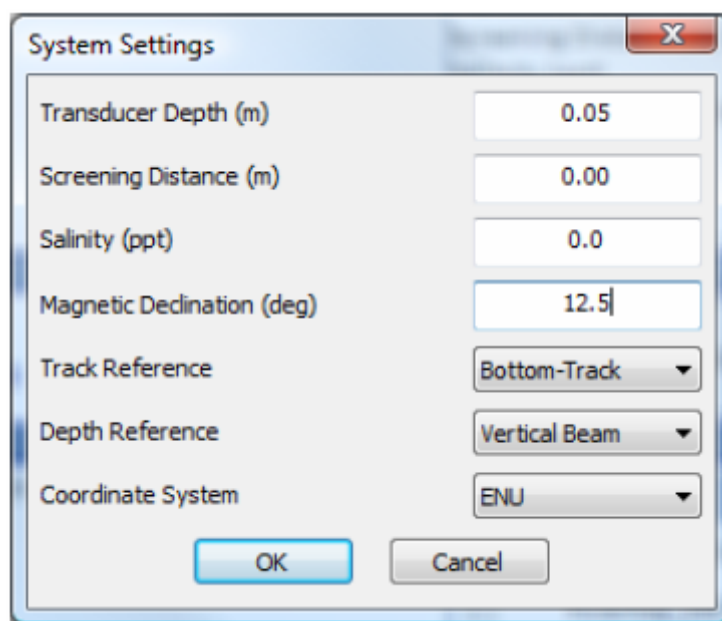

Figura 30. Menu de Ajuste do Sistema
6.7. Ajustes do Sistema Os Ajustes do Sistema são específicos para o local de medida. A informação é introduzida clicando em “**Change System Settings**”. Isto irá permitir entrar as informações de ajuste para o local bem como selecionar a Referência de Acompanhamento (Track Reference), a Referência de profundidade (Depth Reference) e Sistema de Coordenadas. Na Figura 30 é apresentado o Menu de ajuste do Sistema. Esta informação pode ser alterada durante o pós processamento. Os dados alterados no pós processamento serão indicados em texto verde. A seguir está uma explicação de cada campo no menu de **Ajuste do Sistema (System Settings)**.